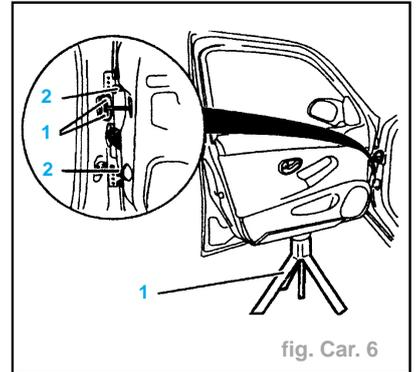
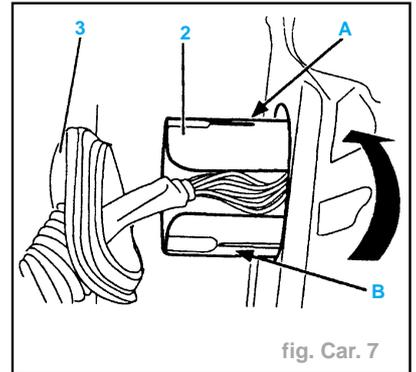

fig. Car. 6
fig. Car. 7
- Déposer (fig. Car. 6) :
- les fixations (1)
- les fixations (2)
- la porte et la maintenir sur les chandelles (1)
- Dégager le soufflet d'étanchéité (3) (fig. Car. 7).
- Engager l'outil (2) sur le faisceau.